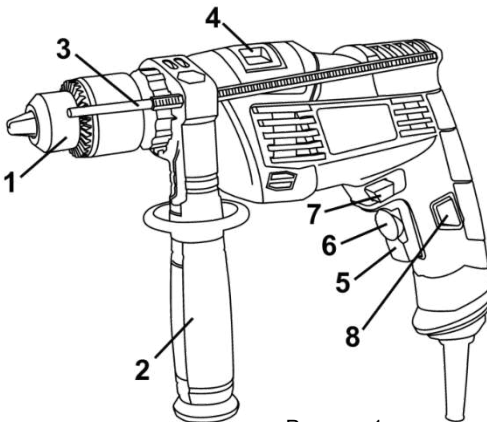

Рисунок 1
2.3.1 Виріб має два режими роботи: ударно-обертальний і обертальний. Перемикання режимів роботи виробу здійснюється переведенням перемикача (4) (див. рис.1) з одного крайнього положення в інше у бік відповідного символу режиму роботи:
- Ударно-обертальний режим - перемикач (4) повинен бути переведений до упору у бік символу **T**.
- Обертальний режим - перемикач (4) повинен бути переведений до упору у бік символу **2**.
4.2 Виберіть необхідний режим роботи виробу за допомогою перемикача (4) (див. рисунок 1). Перемикач режимів роботи виробу здійснюється переведенням перемикача (4) (див. рис. 1) з одного крайнього положення в інше у бік відповідного символу режиму роботи: